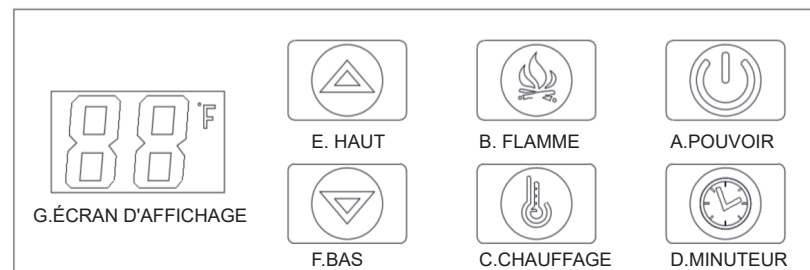

Figure 3
#### PWOER (Figure 3.A) :
#### Effet de flamme (Figure 3.B) :
- Appuyez sur la touche UP (figure 3.E) ou DOWN (figure 3.F) pour régler la luminosité de la flamme, sans tenir compte de la flamme polaire.
### CHAUFFAGE (Figure 3.C)
- Appuyez sur UP (Figure 3.E) ou DOWN (Figure 3.F) pour régler la température du chauffage.
### Timer (Minuterie)( Figure 3.D)
- Appuyez sur UP(HAUT) (Figure 3.E) ou DOWN(BAS) (Figure 3.F) pour choisir la durée, les options sont 30M/1H/ 2H/3H/4H/ 5H/6H/7H/8H.
### UP (HAUT) (Figure 3.E) / DOWN (BAS)(Figure 3.F)
### Écran d'affichage (figure 3.G)